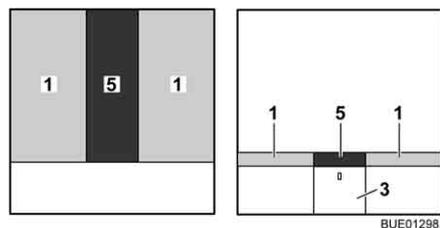

Fig. 138 Después de la transformación
- Colocar el cojín adicional (Fig. 138,5) entre los colchones (Fig. 138,1).